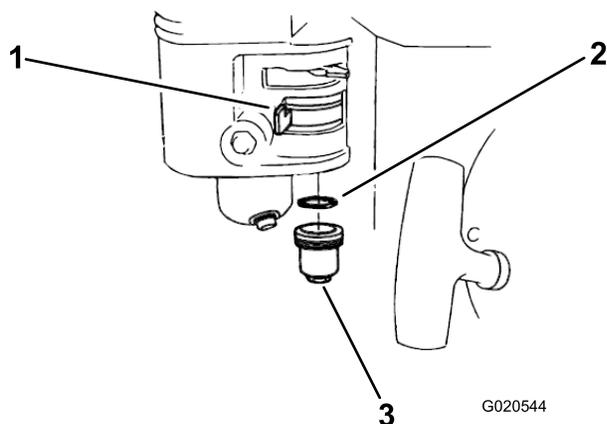

Figure 22
1. FERMEZ le robinet d'arrivée de carburant, puis déposez la cuvette de décantation et le joint torique (Figure 22).
3. Placez le joint torique dans le robinet d'arrivée de carburant et reposez la cuvette de décantation (Figure 22).
3. Déposez la cuvette de décantation(Figure 22) videz le carburant qu'elle contient.
4. Tournez le robinet d'arrivée de carburant du réservoir (Figure 22) en position OUVERTE et vidangez le carburant qui se trouve dans le réservoir dans un bac approprié.
5. Reposez et serrez solidement la cuvette de décantation (Figure 22).